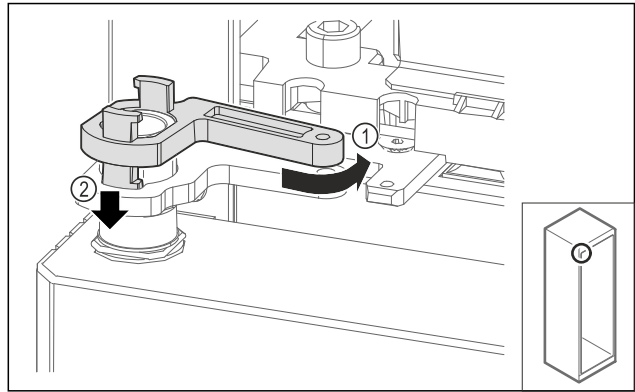

Fig. 63
- Ruotare indietro leggermente il fissaggio del blocco di supporto Fig. 63 (1), premere verso il basso Fig. 63 (2) e bloccarlo nell'angolo della cerniera.